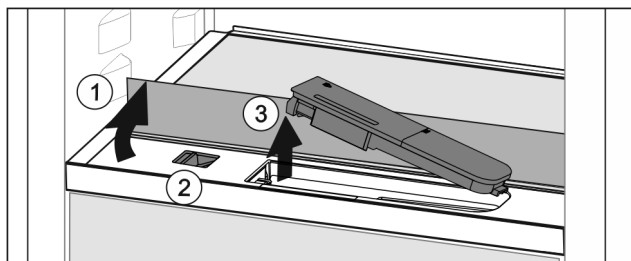

Fig. 35
- ▶ Skleněnou desku nadzvedněte a zaklapněte dozadu až na doraz Fig. 35 (1).
- ▶ Posuvník Fig. 35 (2) posuňte doleva.
- ▶ Vyměňte nádržku na vodu Fig. 35 (3).